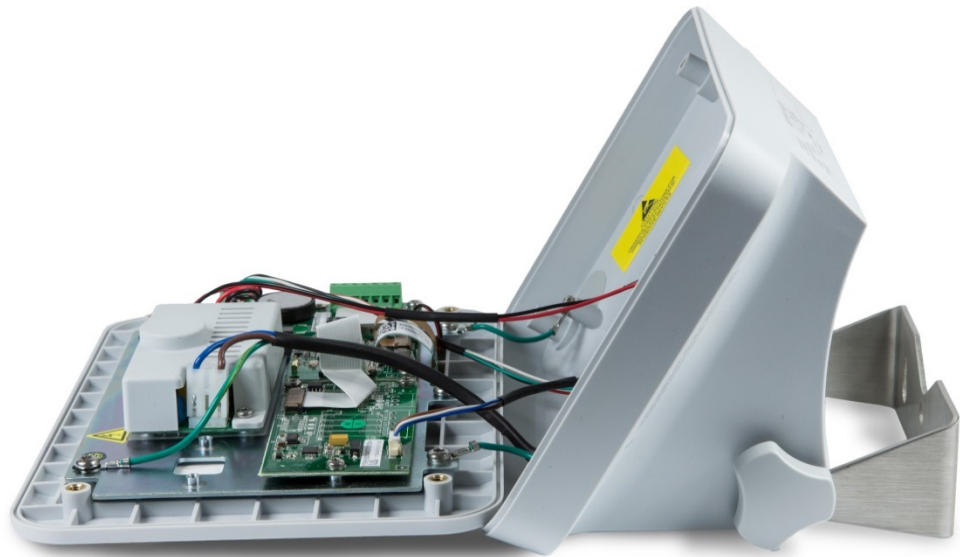

Figura 2-3: Rimozione del coperchio
3. Separare l'alloggiamento anteriore da quello posteriore, come mostrato in Figura 2-3.